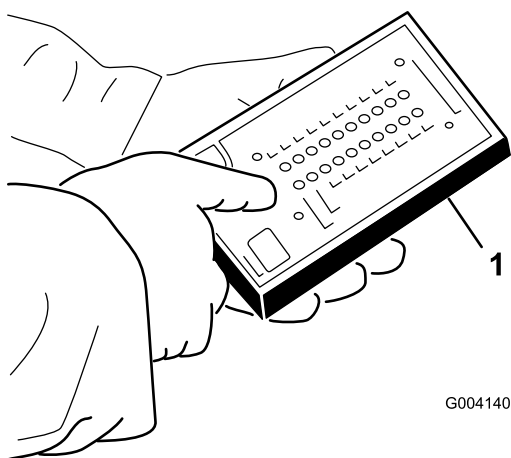

図 46
5. ハーネスのコネクタ（図 46）に ACE テスターを接続する。